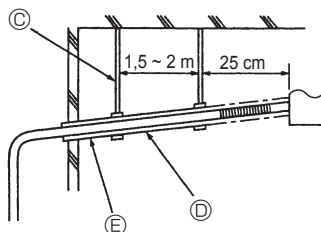

Fig. 8-2
- (4) Accertarsi che la pendenza della tubazione di scarico sia maggiore di 1/100. (Fig. 8-2)